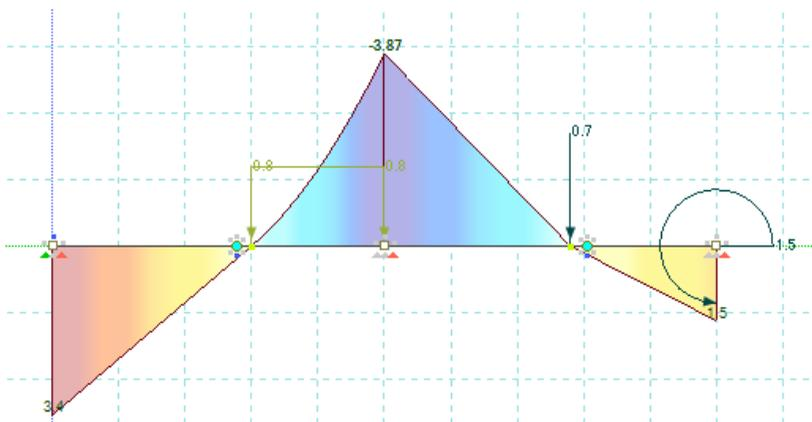

Рис. 56. Эпюра изгибающих моментов  $M_y$
21. Выведите на экран эпюру изгибающих моментов  $M_y$  (рис. 56), указав значения ординат.